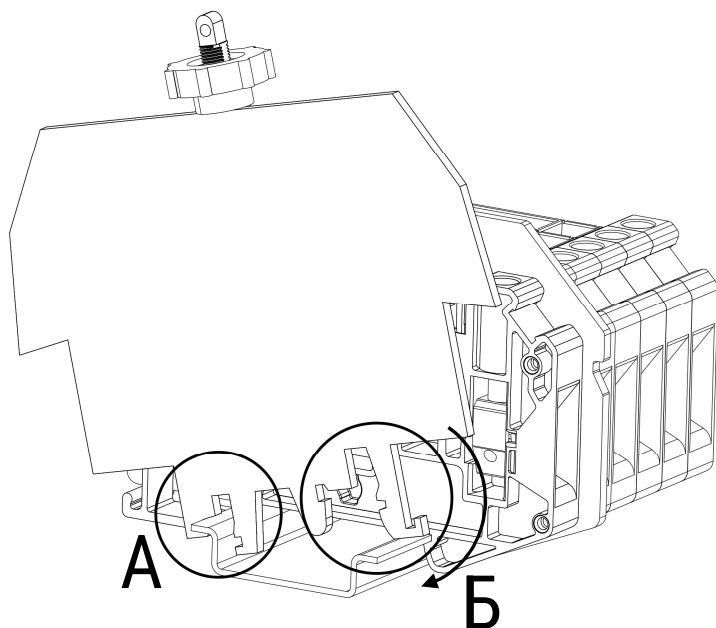

Рисунок 85 – установка держателя защитного профиля
- Заведите держатель защитного профиля в зацепление с монтажной рейкой (рис. 85, положение «А»);
- Защелкиванием закрепите держатель защитного профиля на монтажной рейке (рис. 85, положение «Б»).